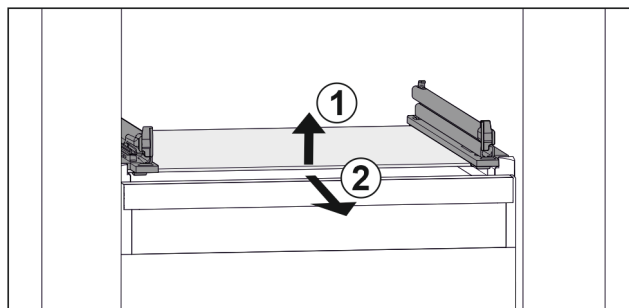

Fig. 111 Exempel på glashylla
- ▶ Lyft glashylla fram till Fig. 111 (1)
- ▶ Ta ut glashylla framåt Fig. 111 (2)